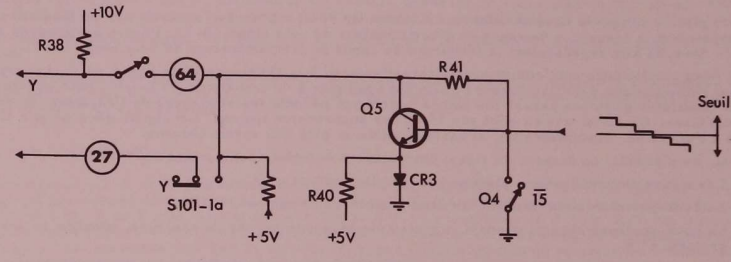

Fig 3.17
Le signal de luminance "Y" disponible aux bornes de R18 est retardé de 700 ns par DL1, afin de retrouver en sortie vidéo un signal luminance en phase avec le signal chroma. A la sortie de DL1, "Y" est amplifié par Q2 et Q3. Le niveau est réglable par R30. A l'aide de C3 qui bloque la composante continue on effectue par R36 et R34 le réglage de seuil du signal "Y" avant d'attaquer Q5, le transistor de sortie. D'autre part, ce transistor est commandé par Q4, qui fonctionne en interrupteur au rythme du signal de porte I5. Lorsque I5 est au niveau haut, Q4 conduit. Le niveau présent sur son collecteur à cet instant, a pour effet de bloquer Q5. Le signal de luminance est bloqué. Lorsque I5 est au niveau bas, Q4 est bloqué, Q5 conduit, assurant la transmission du signal "Y" vers l'étage final de sortie, (planche 8). Ce signal est disponible au plot (64), fig. 3.17.